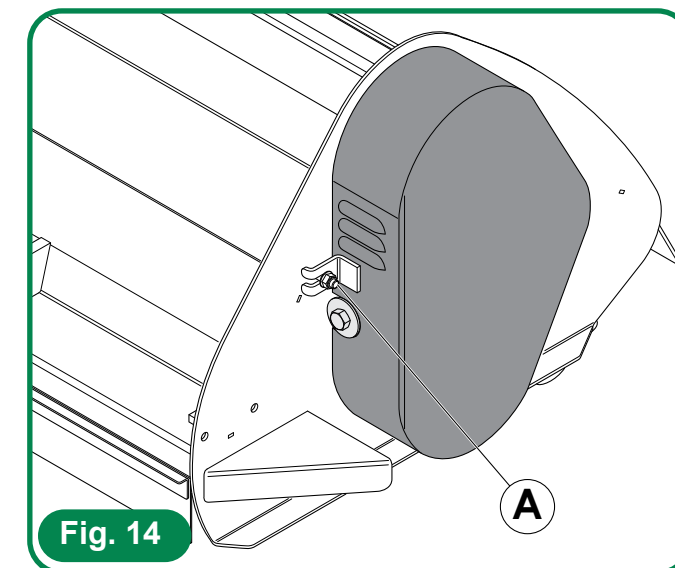

Fig. 14
- 1) Ta bort remmarnas skyddshuv genom att skruva loss skruven (A) (Fig. 14).
Ta bort remmarnas skyddshuv (fig. 14)
- Kontrollera med hjälp av en stång att remskivorna är korrekt inriktade för att förhindra överhettning av remmarna (se fig. 14). Dra åt skruvarna i alternerande ordning.